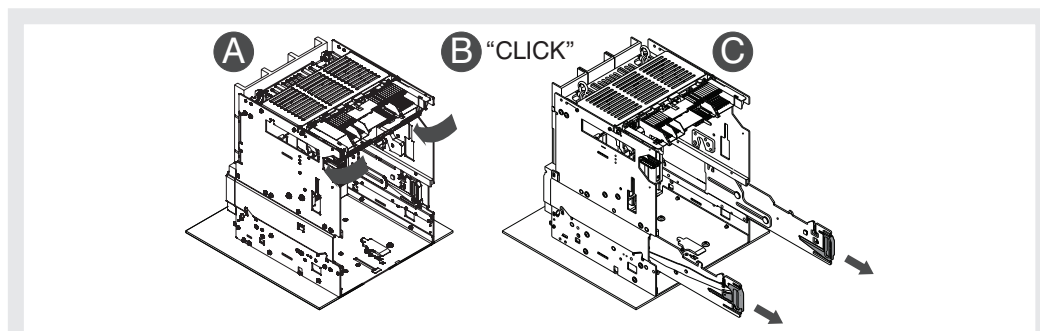

Abbildung 37
2. Die Führungen des festen Teils herausziehen, indem man die entsprechenden Hebel in die Hände nimmt. Siehe Abbildung 37.